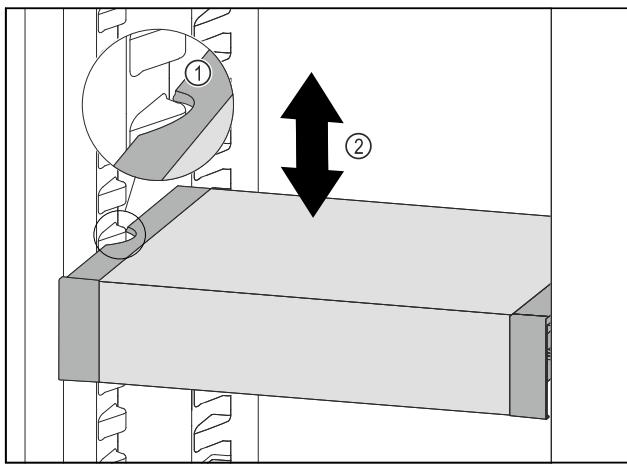

Fig. 93
- Тяните VarioSafe вперед, пока боковые выемки VarioSafe не окажутся на высоте выступа резервуара в холодильном отделении. Fig. 93 (1)
- Двигайте VarioSafe в холодильном отделении вверх или вниз, пока не будет достигнута требуемая высота. Fig. 93 (2)